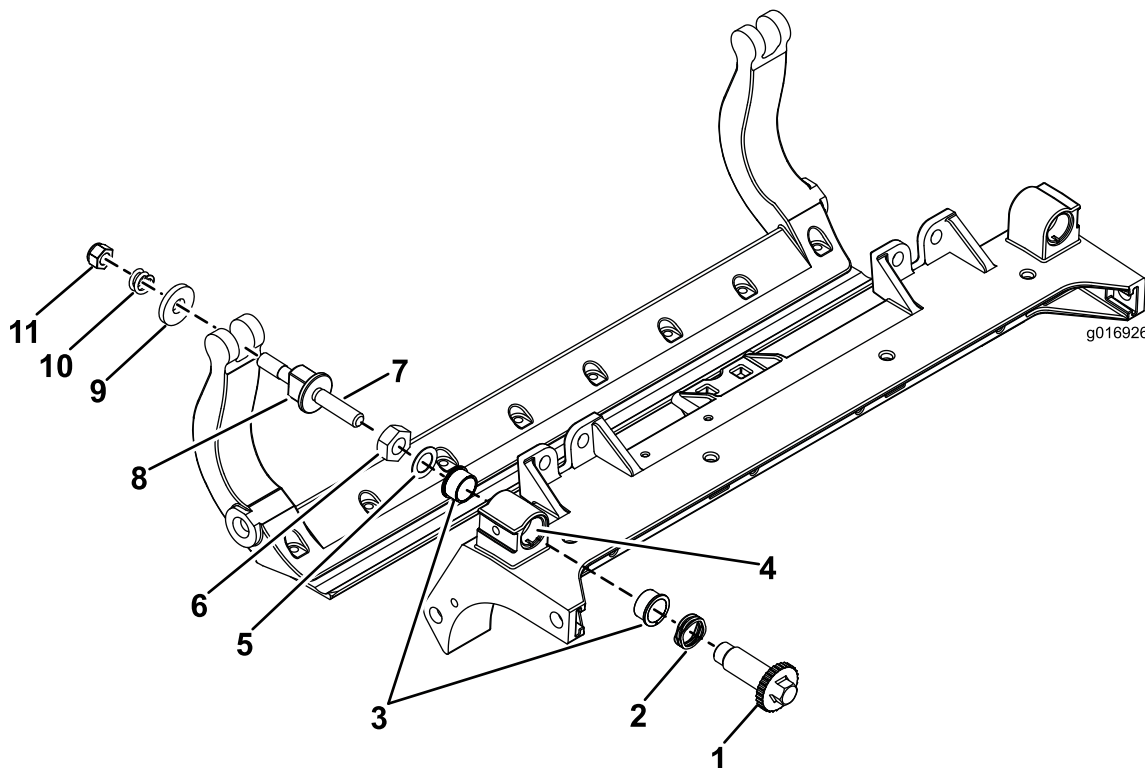

Bild 36
1. Entfernen Sie alle Teile (siehe *Installationsanleitung* für das HD-DPA-Kit, Modellnr. 120-7230, und auch Bild 36).
2. Tragen Sie ein Gleitmittel innen im Büchsenbereich am Trägerrahmen der Schneideinheit auf (Bild 36).
3. Fluchten Sie die Keile an den Flanschbüchsen mit den Schlitten im Rahmen aus und setzen Sie die Büchsen ein (Bild 36).
4. Legen Sie eine Wellenscheibe auf die Einstellerwelle und schieben Sie die Einstellerwelle auf die Flanschbüchsen im Rahmen der Schneideinheit (Bild 36).
5. Befestigen Sie die Einstellerwelle mit einer Flachscheibe und einer Sicherungsmutter (Bild 36). Ziehen Sie die Sicherungsmutter mit 20-27 N m an.
Legen Sie eine Stahlscheibe außen auf jede Nylonscheibe (Bild 36).
(Bild 36).